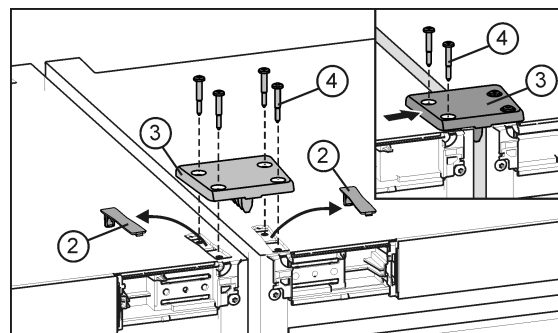

Fig. 22
- Faire désencliqueter les caches *Fig. 22 (2)* et les enlever.
- Mettre en place la plaque de jonction *Fig. 22 (3)* et la fixer provisoirement au moyen de deux vis *Fig. 22 (4)* à un appareil.